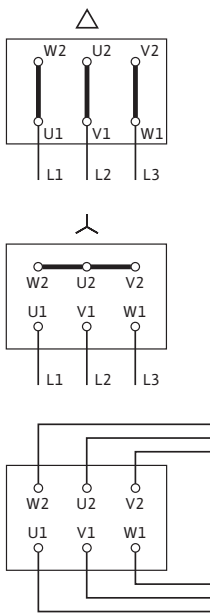

Fig. 43: Захранване от мрежата
Схемата на свързване за електрическото присъединяване се намира в капака на клемната кутия (виж също Fig. 43).
- Захранването от мрежата зависи от мощността на мотора P₂, от напрежението на ел. мрежата и от вида стартиране. Необходимото свързване на съединителните мостове в клемната кутия може да се види в следния списък „Табл. 4: Полагане на свързващите клеми“ на страница 20 както и на Fig. 43.